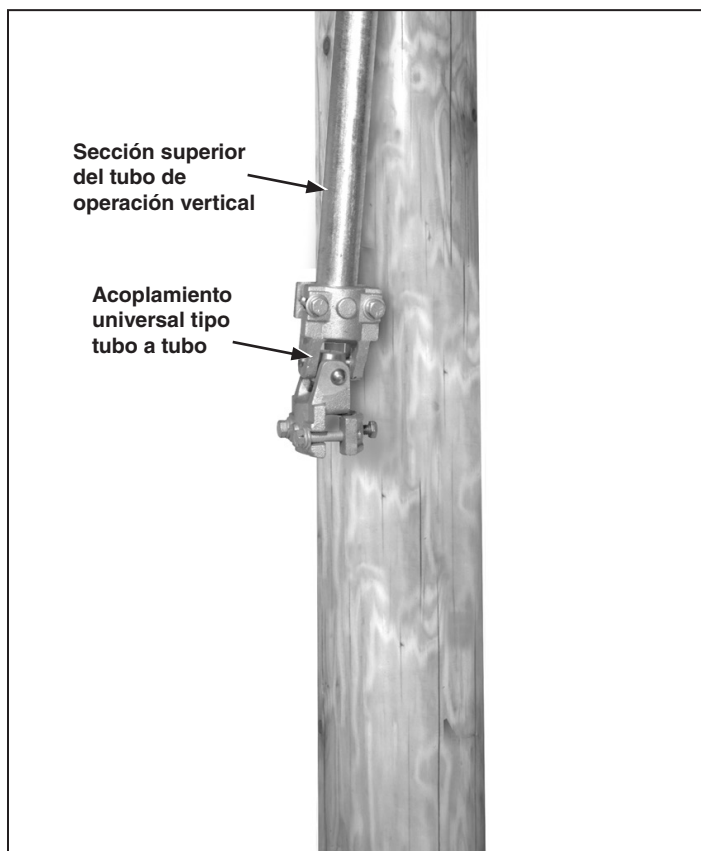

Figura 6. Instalación del acoplamiento universal tipo tubo a tubo en el extremo inferior de la sección superior del tubo de operación vertical.
**PASO 8.** Instale un acoplamiento universal tipo tubo a tubo al extremo inferior de la sección superior del tubo de operación vertical. Vea la Figura 6. Saque la punta cortante del tornillo perforante de sujeción fuera del cuerpo del acoplamiento del tubo antes de apretar los tornillos de la abrazadera del acoplamiento.